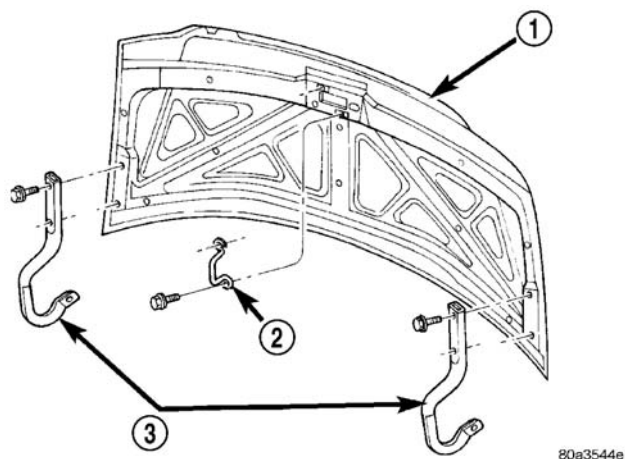

图2 发动机罩
- (1) 将发动机罩举起到全开的位置。
- (2) 将所有螺栓与铰链安装位置用油性笔或其他适当的工具做记号，以作为安装时的参考记号。
- (3) 拆卸将发动机罩固定到铰链上的螺栓，并松开下螺栓直到它们可以用手拆卸为止 (图 2)。
- (4) 由助手在车辆的另一侧协助支撑发动机罩，拆卸将发动机罩固定到铰链的下螺栓。
- (5) 从车上拆下发动机罩。